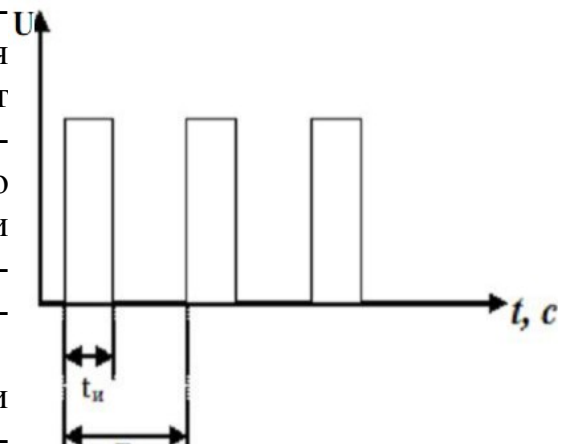

Рис. 3.2. К определению скважности импульсов.
8. Определить амплитуду (размах), период, частоту сигнала, а также длительность импульса. Учтите, что для предохранения входного каскада осциллографа от порчи все сигналы подаются через специальные делители, ограничивающие амплитуду до 5 Вольт. Рассчитайте скважность δ импульсов по формуле $\delta = \frac{t_u}{T_u} \cdot 100\%$, где t_u – длительность импульса, T_u – период следования импульсов (см. рис. 3.2).